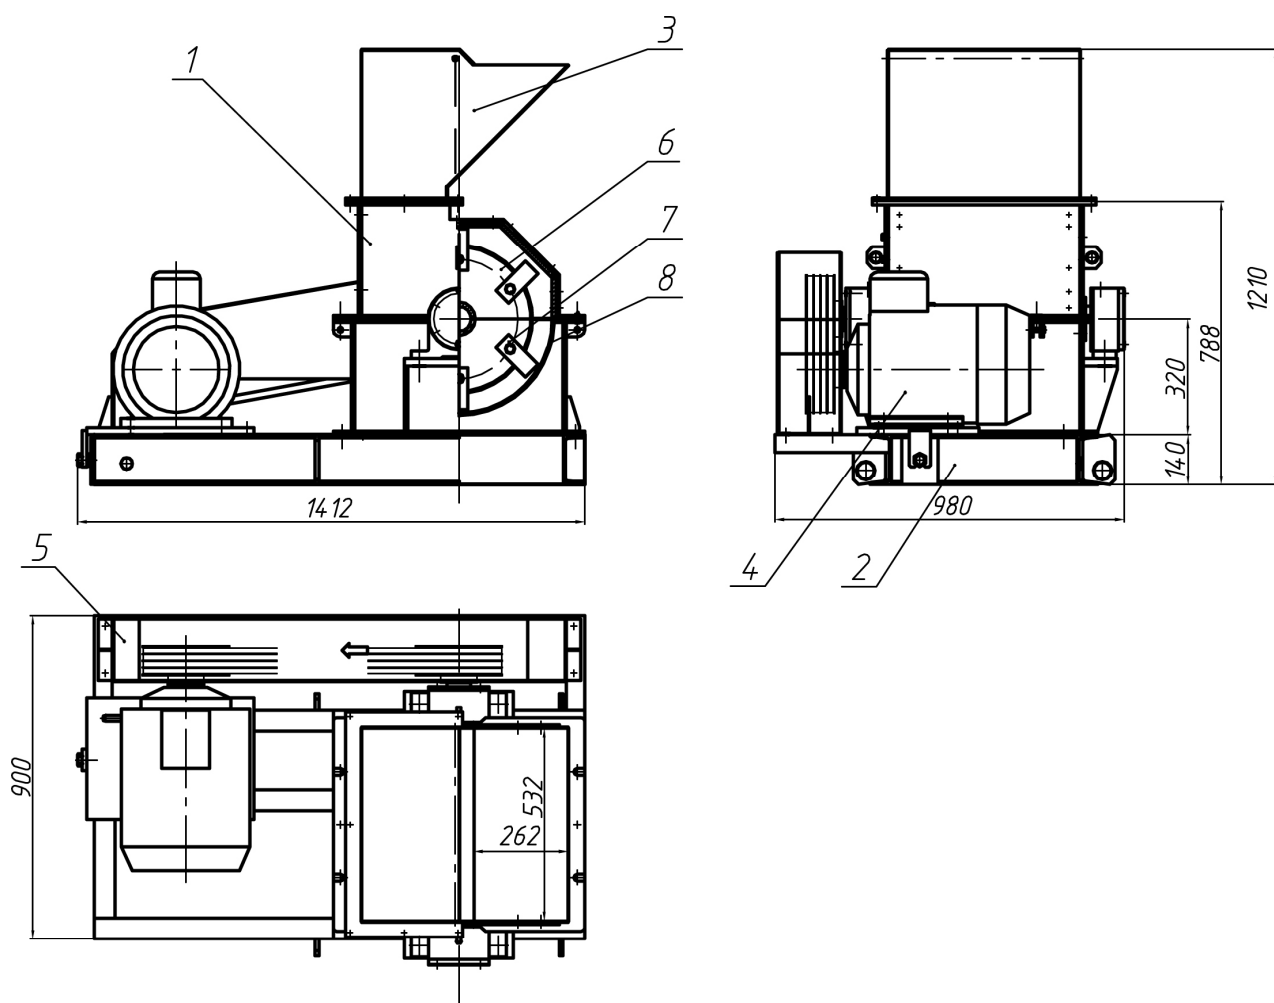
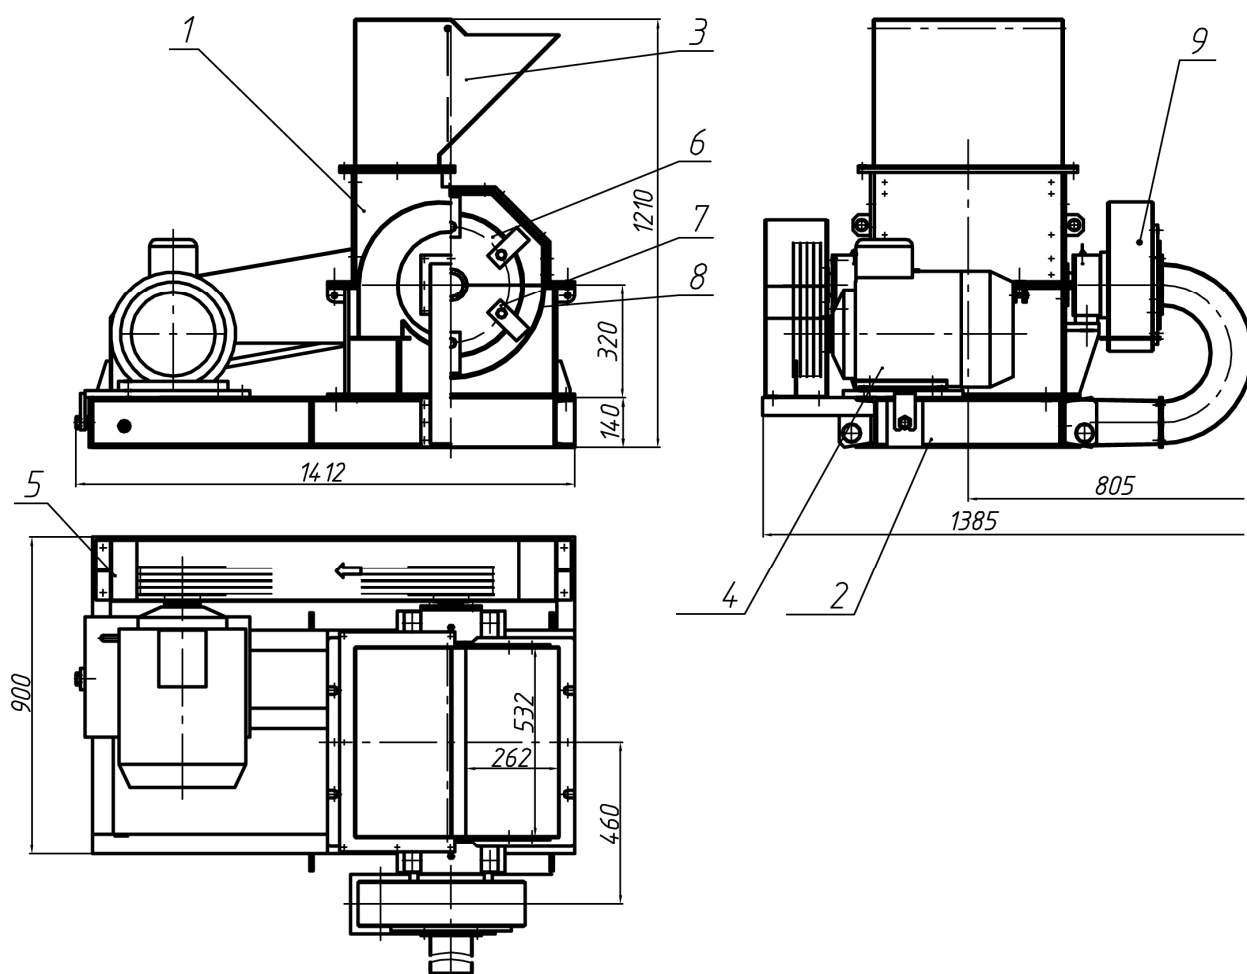

Рис. 1
Рис. 2
ДМ 5x5 (рис.1)	ДМВ 5x5 (рис.2)
Устройство дробилки представлено на рис.1.
Устройство дробилки ДМВ5х5 представлено на рис.2. Данная дробилка отличается наличием вентилятора установленного на валу ротора.
- включать дробилку при снятом кожухе 5 (см. рис.1) и открытом корпусе.